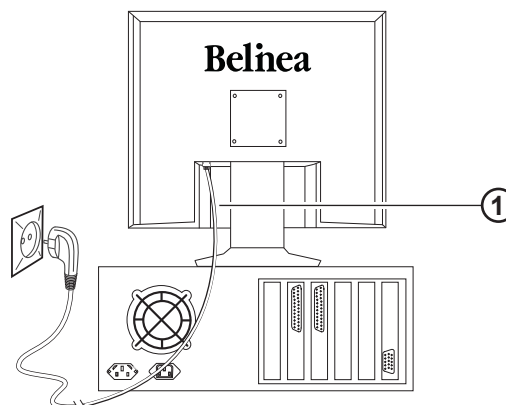

Abbildung 3. Stromversorgung anschließen
Schließen Sie das separate Netzkabel (① in Abb. 3) an den Monitor und eine Schuko-Steckdose an.